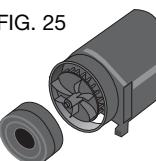

FIG. 25
Ventilateur d'évacuation des copeaux (Fig. 25)
2. Enlever le carénage antipoussière (fig. 25) et le mettre de côté.